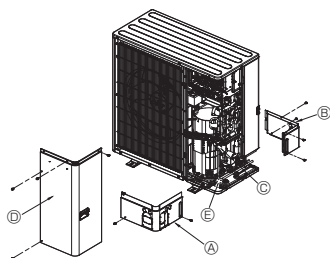

Fig. 4-3
4.3. Napeljava hladiva (Fig. 4-3)